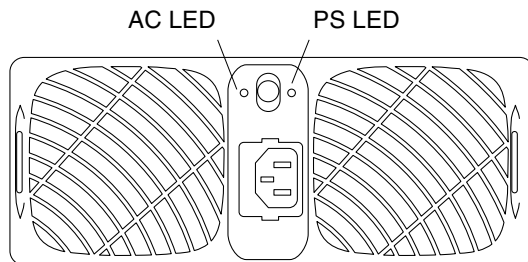

図 13-2 電源・冷却装置の LED
各電源・冷却装置には、AC LED と電源装置 (PS) LED があります。表 13-2 に、これらの LED の状態とその意味を示します。図 13-2 に、電源・冷却装置の LED の位置を示します。